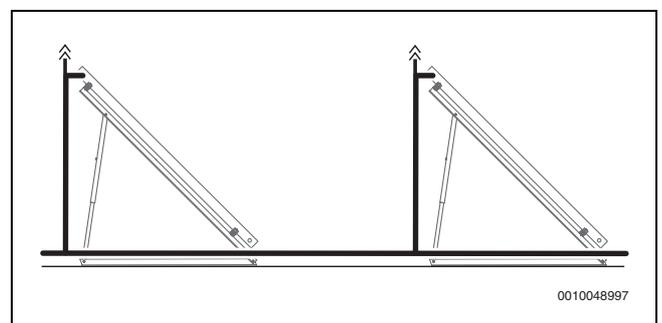

Fig. 13 Plusieurs rangées de collecteurs montés en parallèle avec purgeurs supplémentaires (conduite de départ)
- ▶ En cas de rangées de collecteurs montées en parallèle sur des toits-terrasses et dans des installations avec groupe de transfert AGS50-2, monter un purgeur sur chaque rangée de collecteurs (→ Figure 13).